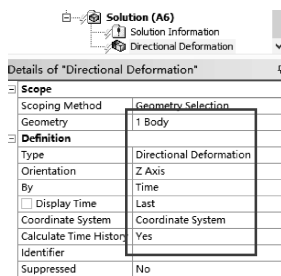

图 2-41 方向变形设置
- (1) 在导航树上单击【Solution (A6)】。
- (2) 在标准工具栏中单击  选择圆管, 在求解工具栏中单击【Deformation】→【Directional】, 【Directional Deformation】→【Details of “Directional Deformation”】→【Definition】→【Orientation】= Z Axis, 【Coordinate System】= Coordinate System, 如图 2-41 所示。
- (3) 在求解工具栏中单击【Deformation】→【Total】。
- (4) 在求解工具栏中单击【Stress】→【Equivalent (von-Mises)】。